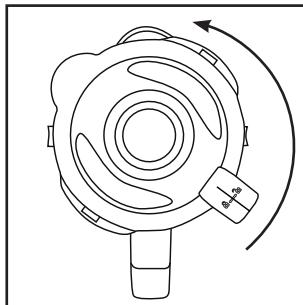
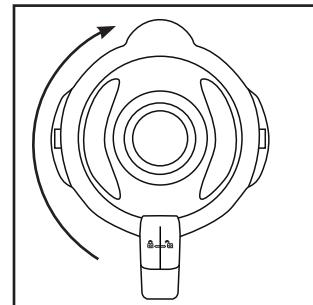

Abb.1
Abb.2
- 1) Drehen Sie den Mixaufsatz **③** gegen den Uhrzeigersinn bis der Pfeil ▼ unter dem Griff des Mixaufsatzes über der Position ↗ steht. Nehmen Sie den Mixaufsatz **③** gerade nach oben vom Motorblock **⑥** ab.
- 2) Entfernen Sie den Deckel **②**, indem Sie ihn so weit gegen den Uhrzeigersinn Richtung Position ↘ drehen (siehe Abb. 1), bis Sie ihn nach oben abziehen können.
- 3) Befüllen Sie den Mixaufsatz **③**.
- 4) Drücken Sie den Deckel **②** versetzt wieder fest auf den Mixaufsatz **③** auf. Schließen Sie den Deckel **②**, indem Sie ihn im Uhrzeigersinn in die Position ↗ drehen, bis er hörbar einrastet (siehe Abb. 2). Achten Sie darauf, dass die Ausgießnase am Mixaufsatz **③** verschlossen ist. Nur wenn der Deckel **②** bündig aufgesetzt ist, kann der Motor starten.